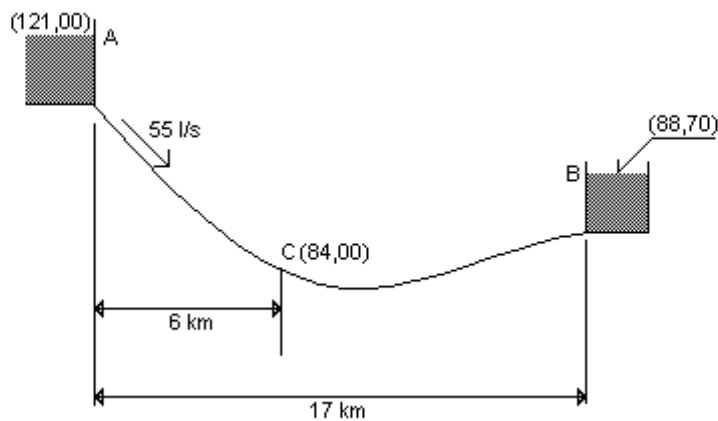

Figura V.2 - Adutora eaqumetizada do Exemplo 3
3. Traçar a linha piezométrica para a adutora eaqumetizada na Figura V.2 ($C = 120$). Determinar ainda as pressões estática e dinâmica em "C".